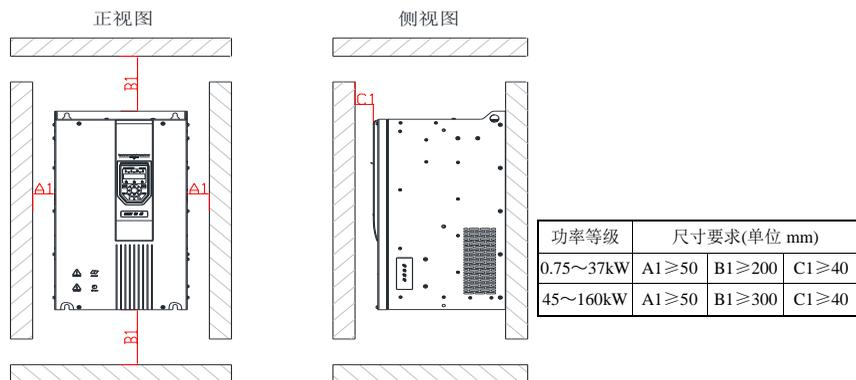

图 3-2 单台机器(Hope500PM0.75T4~Hope500PM160T4)安装间隔
- 安装空间要求如图 3-2 所示，需保证变频器有足够的散热空间，预留空间时请考虑柜内其它器件的散热情况；